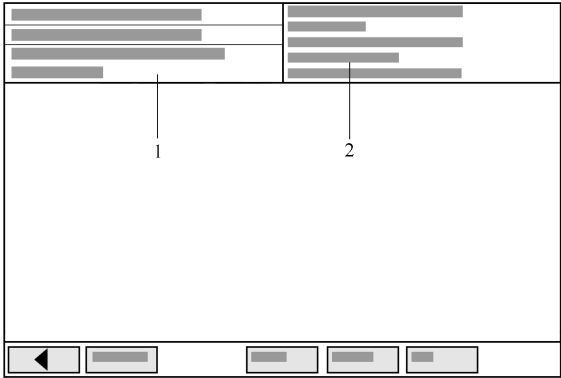

图 7-2-4 V. A. S 5051 A 显示
- (4) 如图 7-2-4 所示，短时间后 V. A. S 5051 A 诊断仪显示屏上显示所更改的代码。